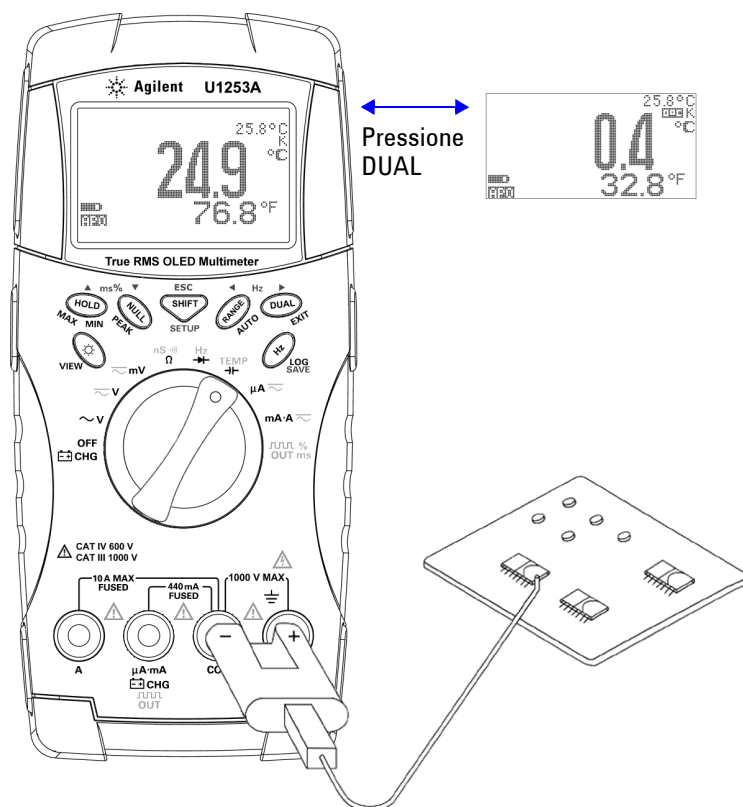

Figura 2-12 Medição de temperatura de superfície
- 3 Conecte o adaptador do termopar (com a ponta de prova do termopar ligada a ele) aos terminais de entrada **TEMP (vermelho)** e **COM (preto)** (como visto na Figura 2-12 na página 51).